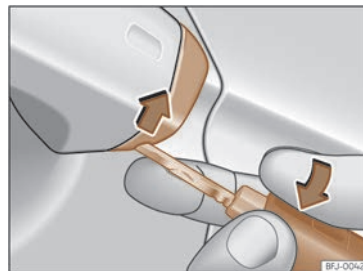

Fig. 74 Maneta de la porta del conductor: desprendre la tapa fent palanca.
- Introduïu l'espasí a l'obertura inferior de la tapa de la maneta de la porta del conductor » **fig. 74** i aixequeu la tapa.